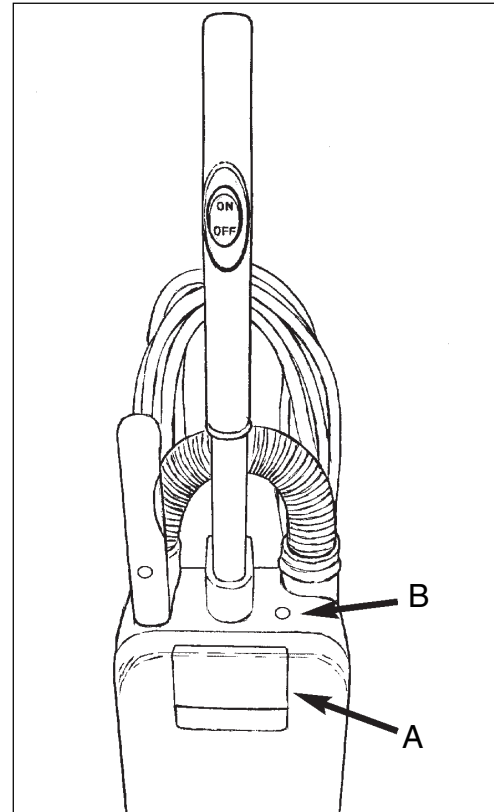

Figura 12
**Puerta del depósito** (Consulte la figura 12, ítem A)
**Luz indicadora de aspiración** (consulte la figura 12, ítem "B")